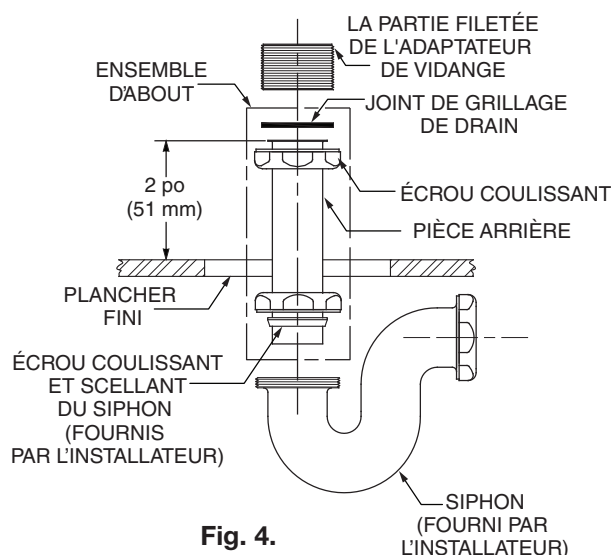

Fig. 4.
- Nous recommandons un écrou coulissant, un joint de grillage de drain et un about à bride de 1-1/2 po de diamètre. Voir **fig. 4**.